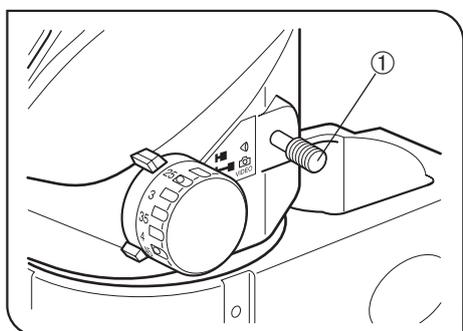

Fig. 11
(fig. 11)
1. Para a observação pelo caminho óptico binocular, empurre para dentro a alavanca do selector do caminho óptico ① até à posição de paragem. (Fig. 11)